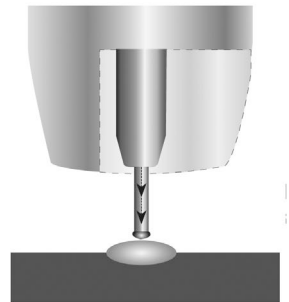

Fig. 18
6. La vitesse d'alimentation du fil vient contre la chaleur de l'arc et le fil approche de nouveau de la pièce afin de court-circuiter et reprendre le cycle (fig. 18).